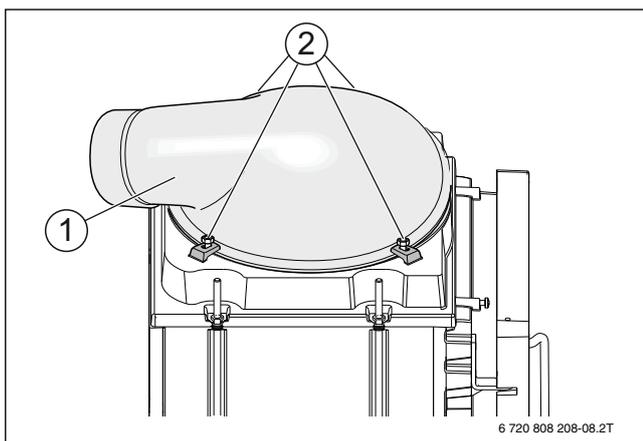
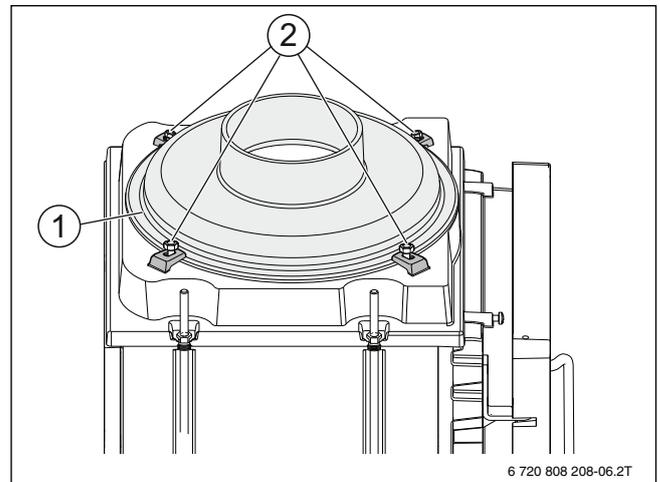

Bild 9 Kuppel waagrecht
Bild 10 Kuppel senkrecht
- ▶ Muttern der 4 Befestigungspratzen [2] so weit lösen, bis der Rand der Kuppel [1] unter die Befestigungspratzen geschoben werden kann (→ Bild 9 und Bild 10).